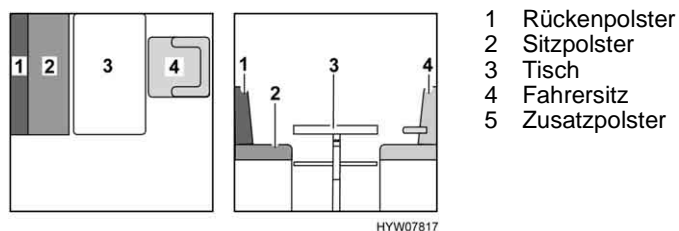

Bild 122 Vor dem Umbau
- Den Fahrsitz (Bild 122,4) drehen und ganz nach vorn schieben.
- Tisch (Bild 122,3) zum Bettunterbau umbauen (siehe Abschnitt 6.7).